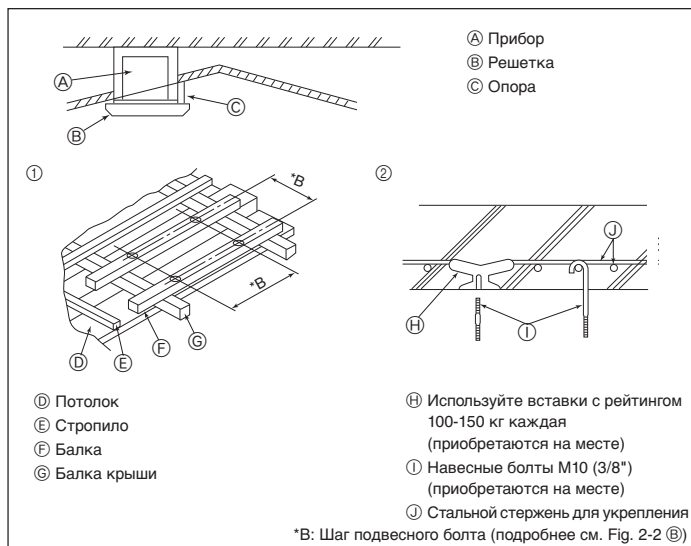

Fig. 2-4
2.4. Подвесная конструкция (Обеспечьте прочность на месте подвешивания) (Fig. 2-4)
- ① Деревянные конструкции
- ② Железобетонные конструкции